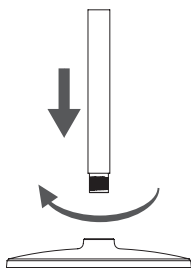

Рис.2
- Установите нижний сегмент опорной стойки на основание прибора. Закрутите основание на опорной стойке по часовой стрелке (рис. 2).